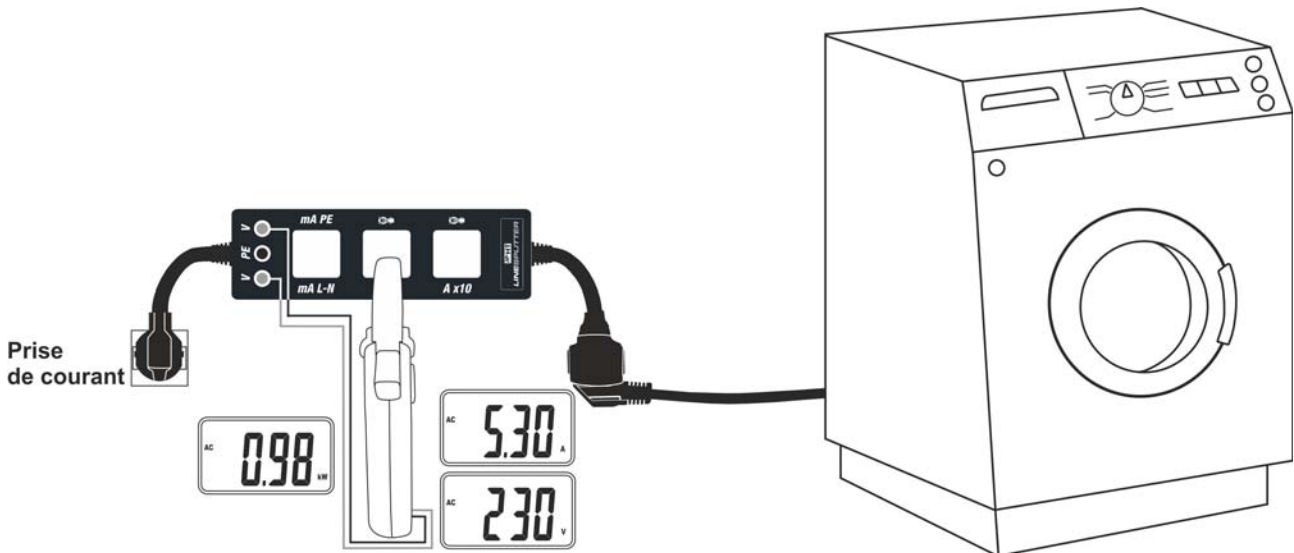

Fig. 4: Utilisation pour mesure de courant, tension et puissance
4. Lire les valeurs de courant, tension et de puissance absorbé (voir Fig. 4)